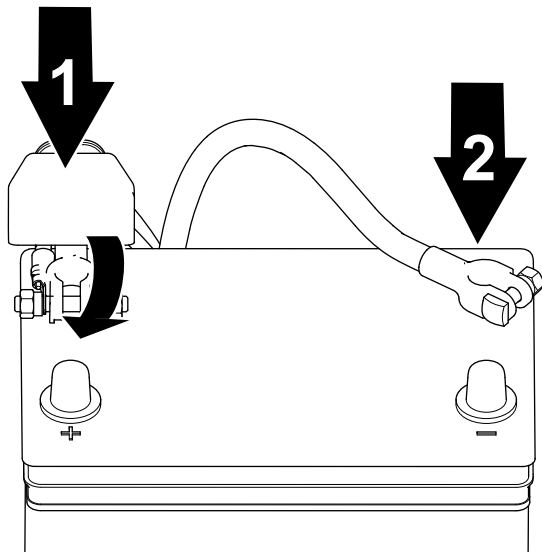

Figura 88
1. Conecte el cable positivo a la batería y apriete la tuerca de pinza de la batería (Figura 88).
2. Conecte el cable negativo a la batería y apriete la tuerca de pinza de la batería (Figura 88).